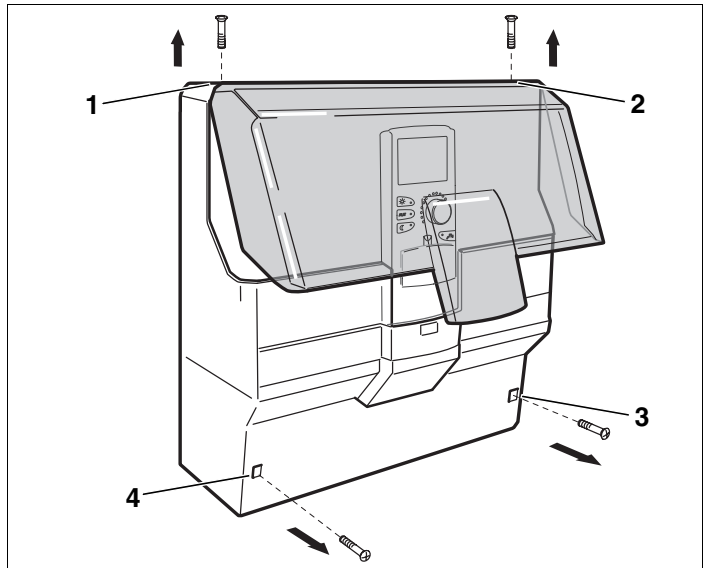

Fig. 2 Se îndepărtează capacul
- Se deșurubează cele 2 șuruburi din partea superioară a capacului (fig. 2, **poz. 1 și 2**).
- Se deșurubează cele 2 șuruburi ale capacului cablajului (fig. 2, **poz. 3 și 4**).